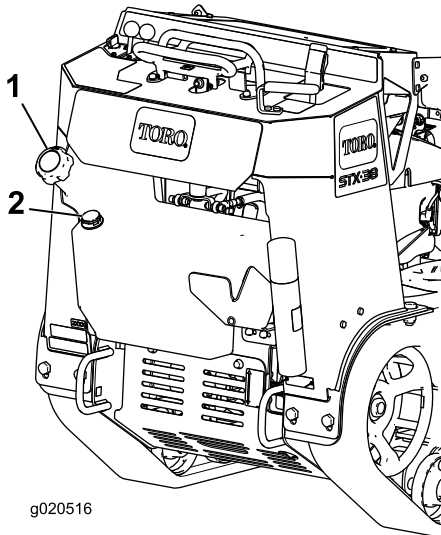

Figure 17
3. Nettoyez la surface autour du bouchon du réservoir et enlevez le bouchon (Figure 17).